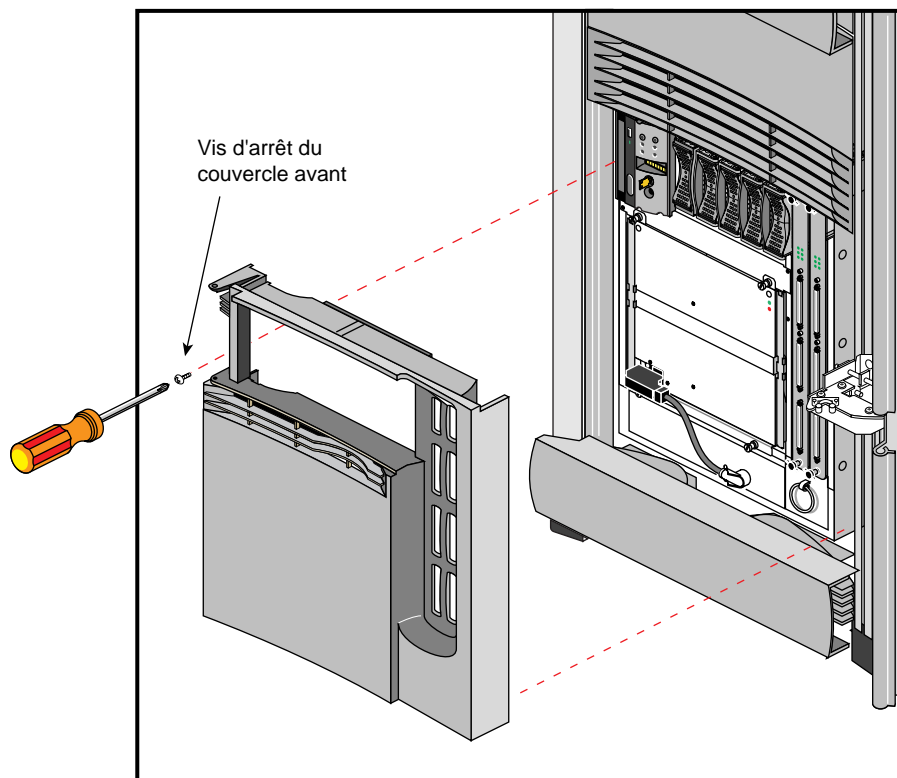

Figure 6-11 Retrait de la façade d'un module du système
3. Retirez la vis fixant la façade au châssis (Figure 6-11).